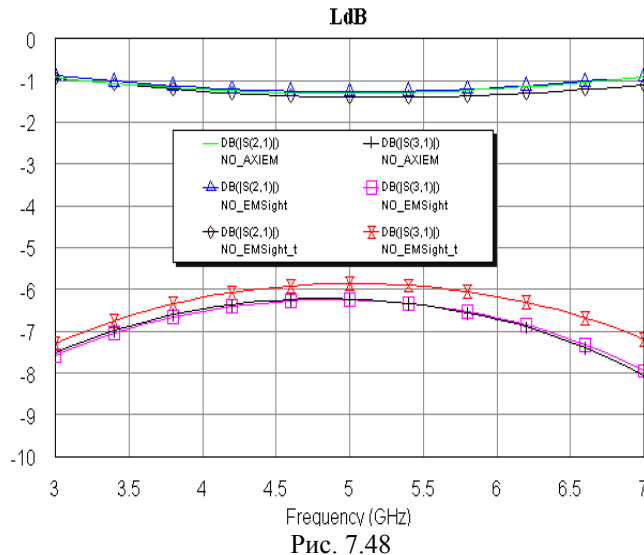

Рис. 7.48
- Щёлкните по значку **Analyze** на панели инструментов. Рассчитанный график показан на рис. 7.48. Как видно из графиков, полученный результат хорошо совпадает с аналогичным результатом анализа в EMSight.